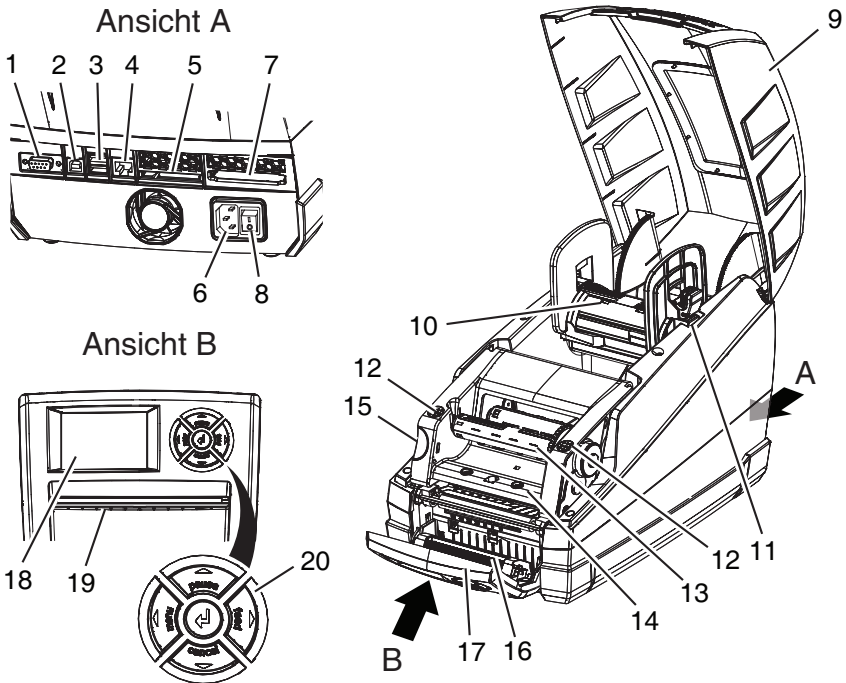

Bild 1, Übersicht
- Öffnen Sie den Deckel (**Bild 1, 9**).
Bringen Sie den Netzschalter (Bild 1, 8**) in die Stellung Aus (O), bevor Sie den Drucker ans Netz anschließen.**
1. Stecken Sie das Netzkabel in die Netzanschlussbuchse an der Rückseite des Druckers (**Bild 1, 6**).